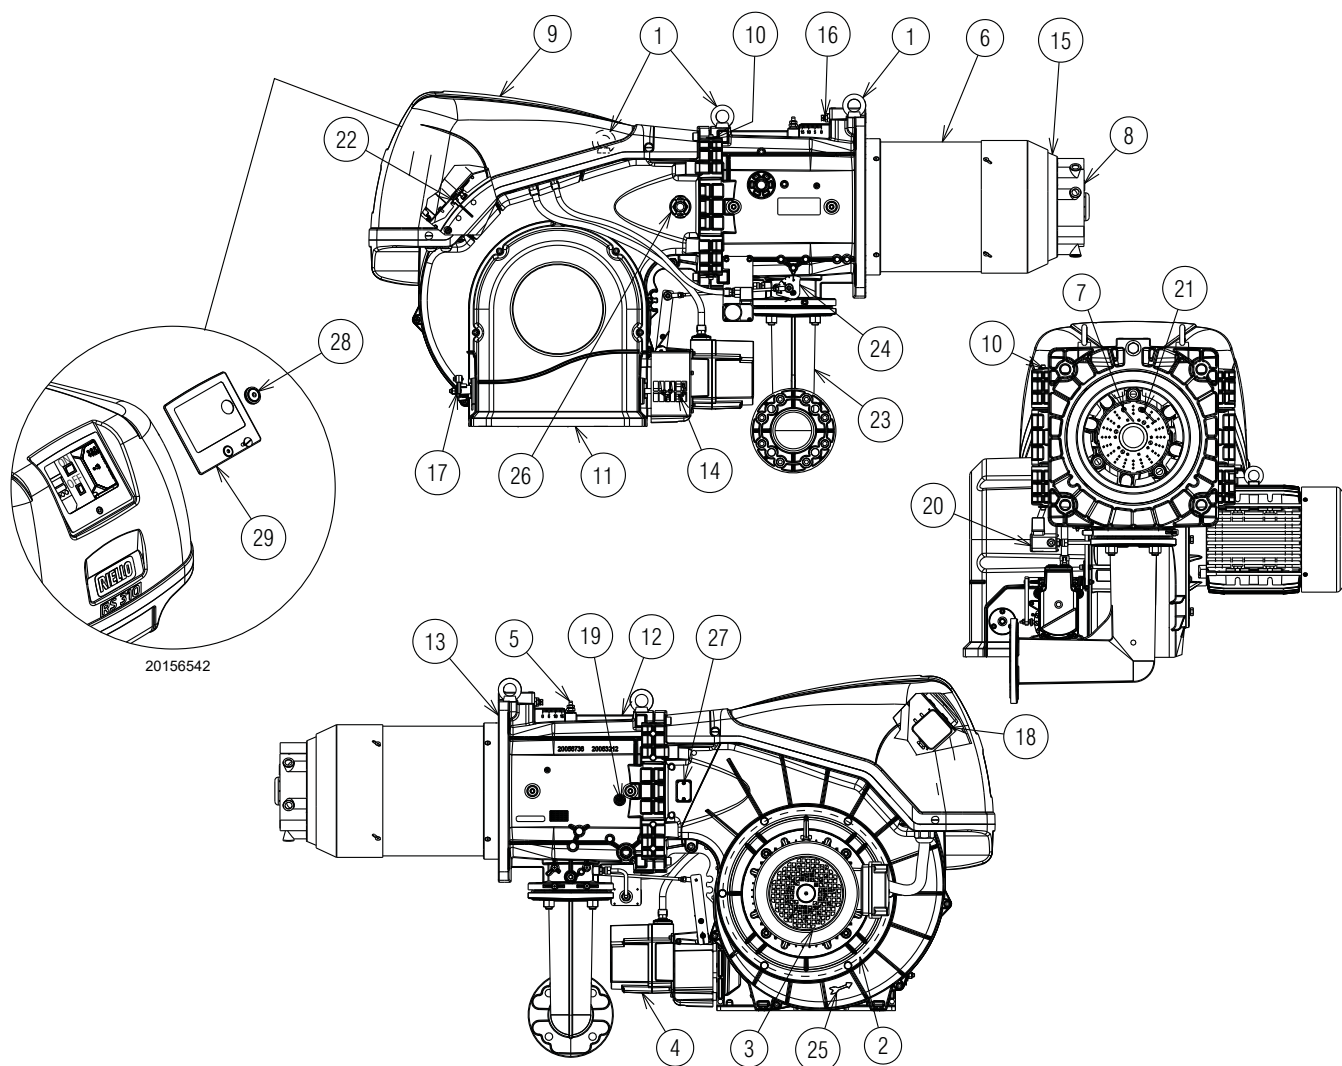

Abb. 5
- (1) Referenzbedingungen: Raumtemperatur 20°C - Gastemperatur 15°C - Barometrischer Druck 1013 mbar - Höhe 0 m ü.d.M.
- (2) Druck am Anschluss 5)(Abb. 5 auf S. 13) bei Druck Null in Brennkammer und bei Höchstleistung des Brenners.
- (3) Schalldruck gemessen im Verbrennungslabor des Herstellers bei laufendem Brenner am Prüfkessel, bei Höchstleistung. Die Schalleistung wird mit der von der Norm EN 15036 vorgesehenen "Free Field" Methode und mit einer Messgenauigkeit "Accuracy: Category 3", wie von der Norm EN ISO 3746 vorgesehen, gemessen.